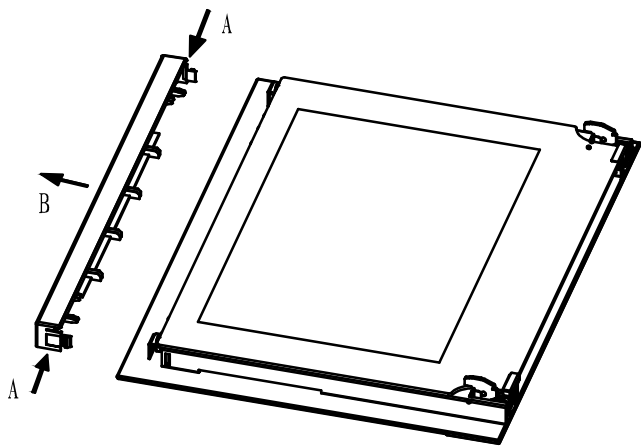

Рис.12-1
1. Нажмите кнопку на левой и правой стороне двери, снимите верхнюю направляющую. (Рис. 12-1)